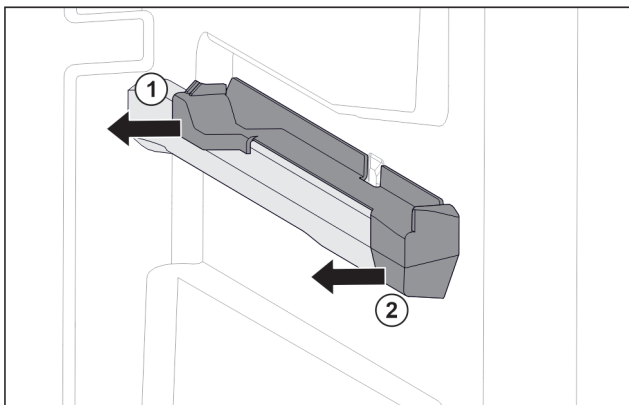

Fig. 140 Aufsteckteil auf der rechten Behälterrippe
- ▶ Aufsteckteil hinten zur Seite abziehen. Fig. 140 (1)
- ▶ Aufsteckteil vorne zur Seite abziehen. Fig. 140 (2)